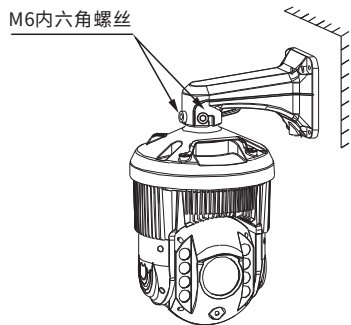

图2.5
6. 球机接头处已经拧有M6内六角螺丝，用这2颗M6内六角螺丝挂到壁装支架的两个缺口处，再锁紧这2颗内六角螺丝。最后再锁紧支架上已经装好的那颗M6内六角螺丝。壁装式安装完毕。（如图2.5所示）